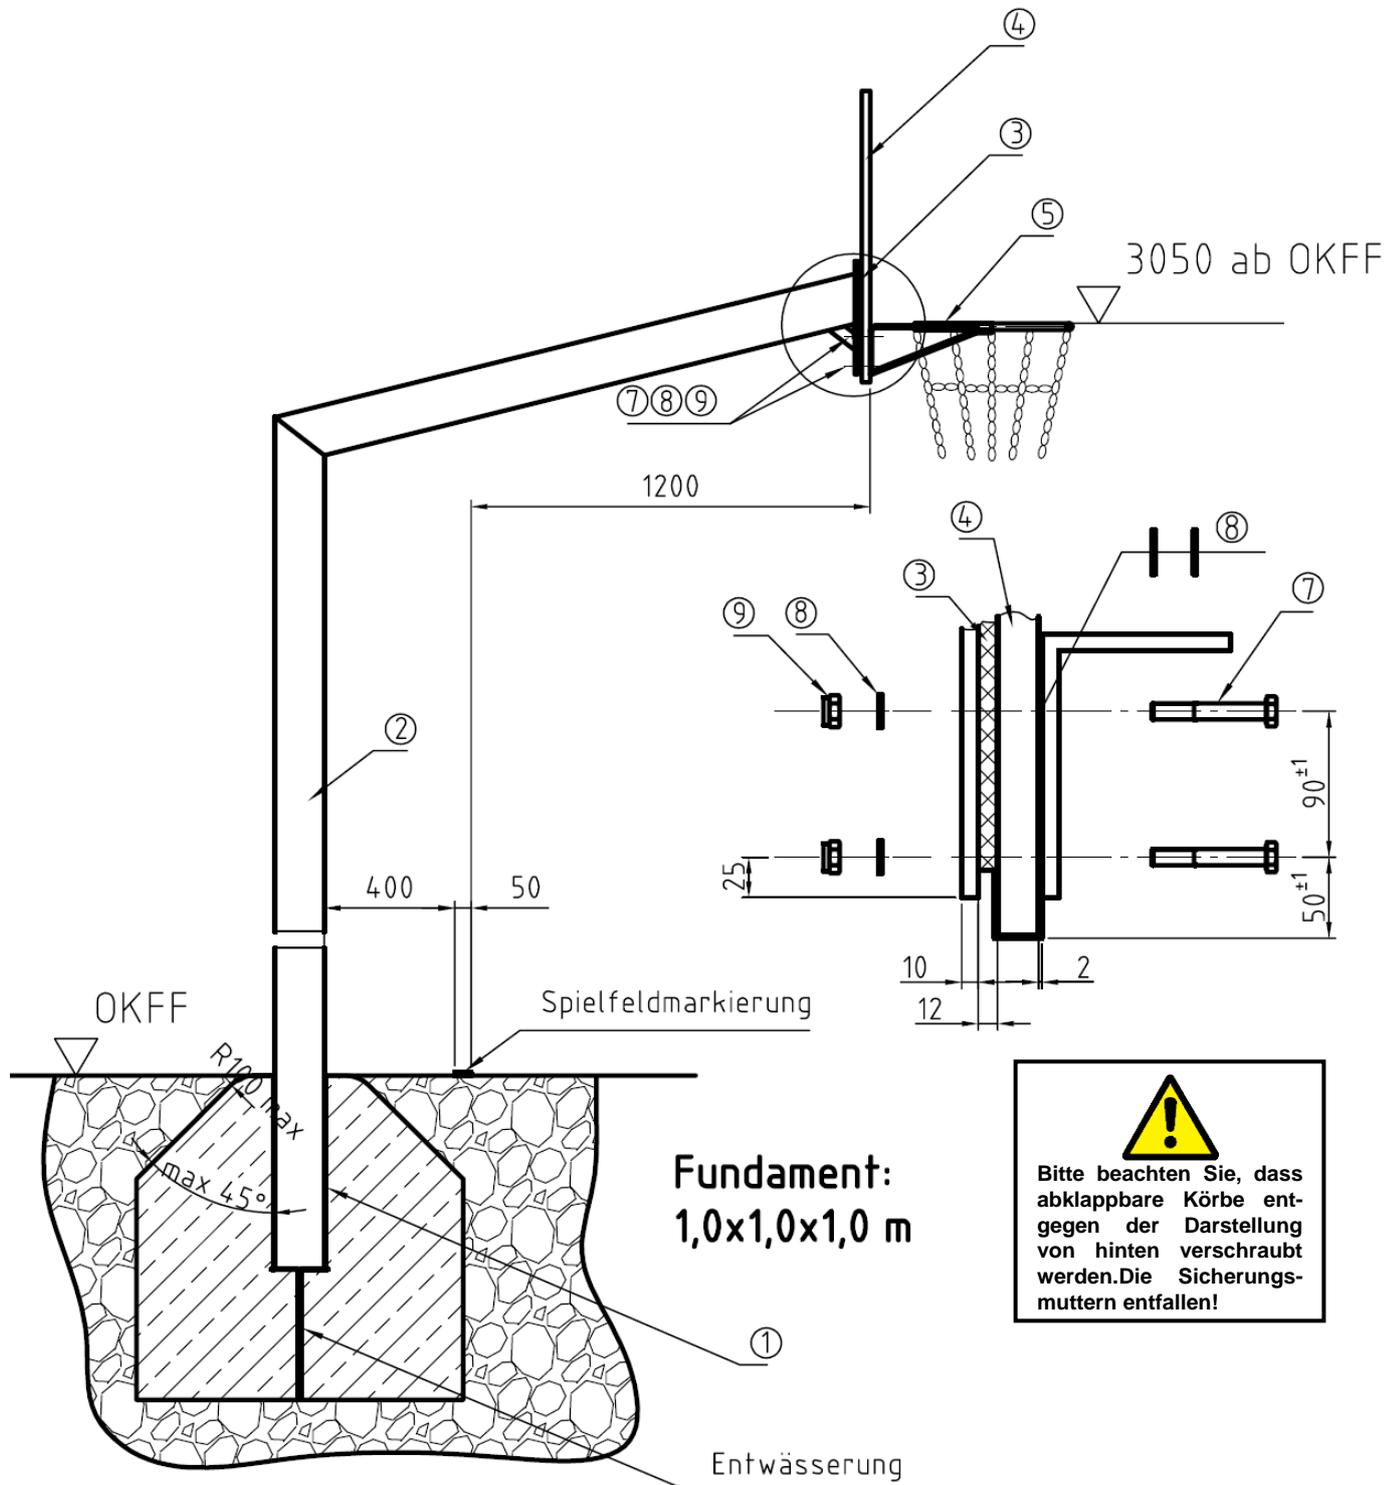

Abbildung 1 Fair Play-Anlage ohne Höhenverstellung
4. Das Basketballbrett (4a; 4b) und Korb (5a; 5b) entsprechend der Abbildung 1 mit Maschinenschrauben M 10x70, Mutter und Scheibe (7; 8; 9) anschrauben (Variante a: von vorn-; Variante b: von hinten verschrauben). Dabei ist die Dämpfungszwischenlage (3) als Dämmung zwischen der Schraubplatte (fest an der Säule) und dem Basketballbrett vorgesehen. Die mitgelieferten Unterlegscheiben ebenfalls wie in Abbildung 1 angegeben zwischen Korb und Brett einfügen.
Zur Montage siehe Abbildung 1.